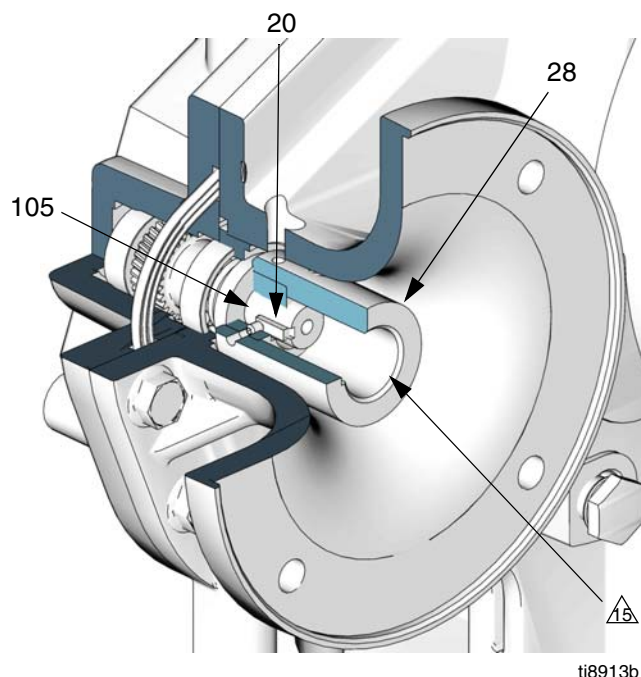

FIG. 23. Installation du coupleur du moteur
- Consultez la FIG. 23. Mettez la clavette (20) dans le logement de clavette de l'axe d'entrée (105). Mettez les deux vis sans tête (31) dans le coupleur (28) en vous assurant qu'elles ne n'empiètent pas sur le logement de clavette ou sur l'alésage de l'axe d'entrée du coupleur.